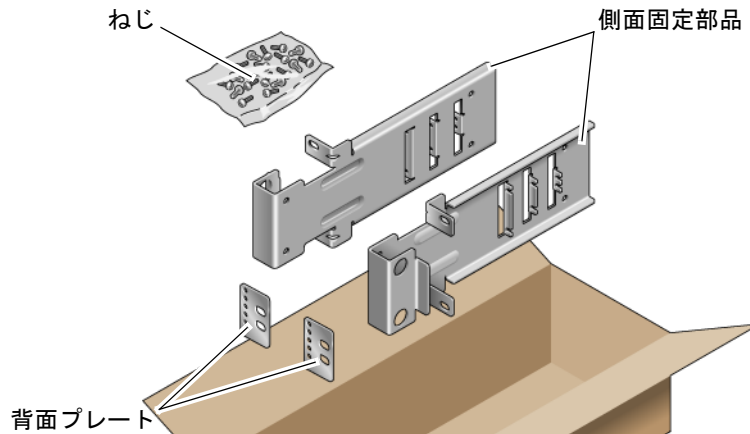

図 4-8 19 インチ 2 ポストのハードマウントキットの内容
1. ラックキットから側面固定部品を取り出します (図 4-8)。
5. (省略可能) 使用環境で特に強い振動が発生する場合は、背面プレートを使用してサーバーをラックにさらに固定します (図 4-8)。